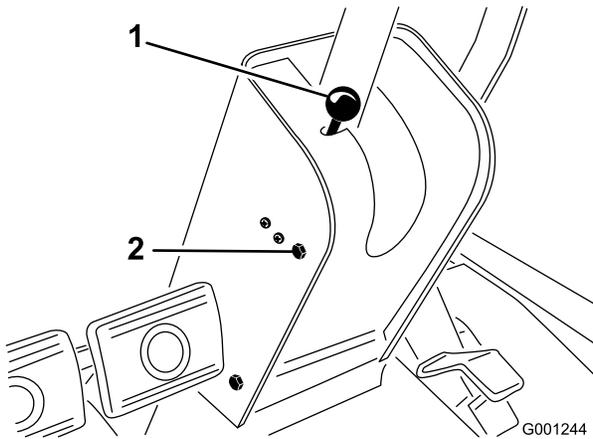

Figura 69
1. Retire el pomo del freno de estacionamiento y retire los tornillos de la cubierta de la columna de dirección (Figura 69).